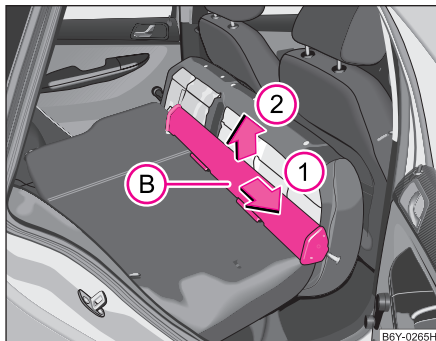

Fig. 65 Asientos traseros: Caja de la red divisoria
- Desplace la caja de la red divisoria **(B)** ⇒ fig. 65 en el sentido de la flecha **(1)** y sáquela del alojamiento del respaldo de asiento trasero en el sentido de la flecha **(2)**.